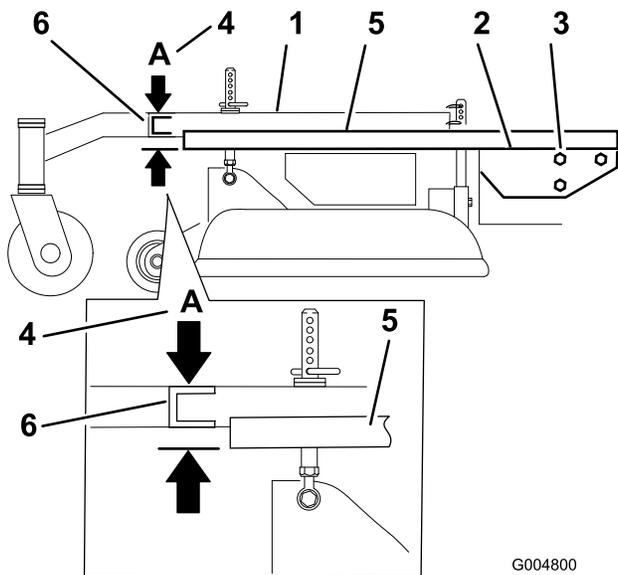

Figura 52
3. Posizionate un lungo bordo diritto sopra la scocca del motore come illustrato in Figura 52.
4. Al canale trasversale del telaio portante, misurate l'altezza al punto **A** (Figura 52). Questa misura deve essere di 33 mm, più o meno 6 mm.
6. Allentate i bulloni di fissaggio del telaio portante su entrambi i lati della macchina (Figura 52).
7. Allineate il telaio portante e la scocca del motore portandoli a 33 mm, più o meno 6 mm alla posizione **A** (Figura 52).